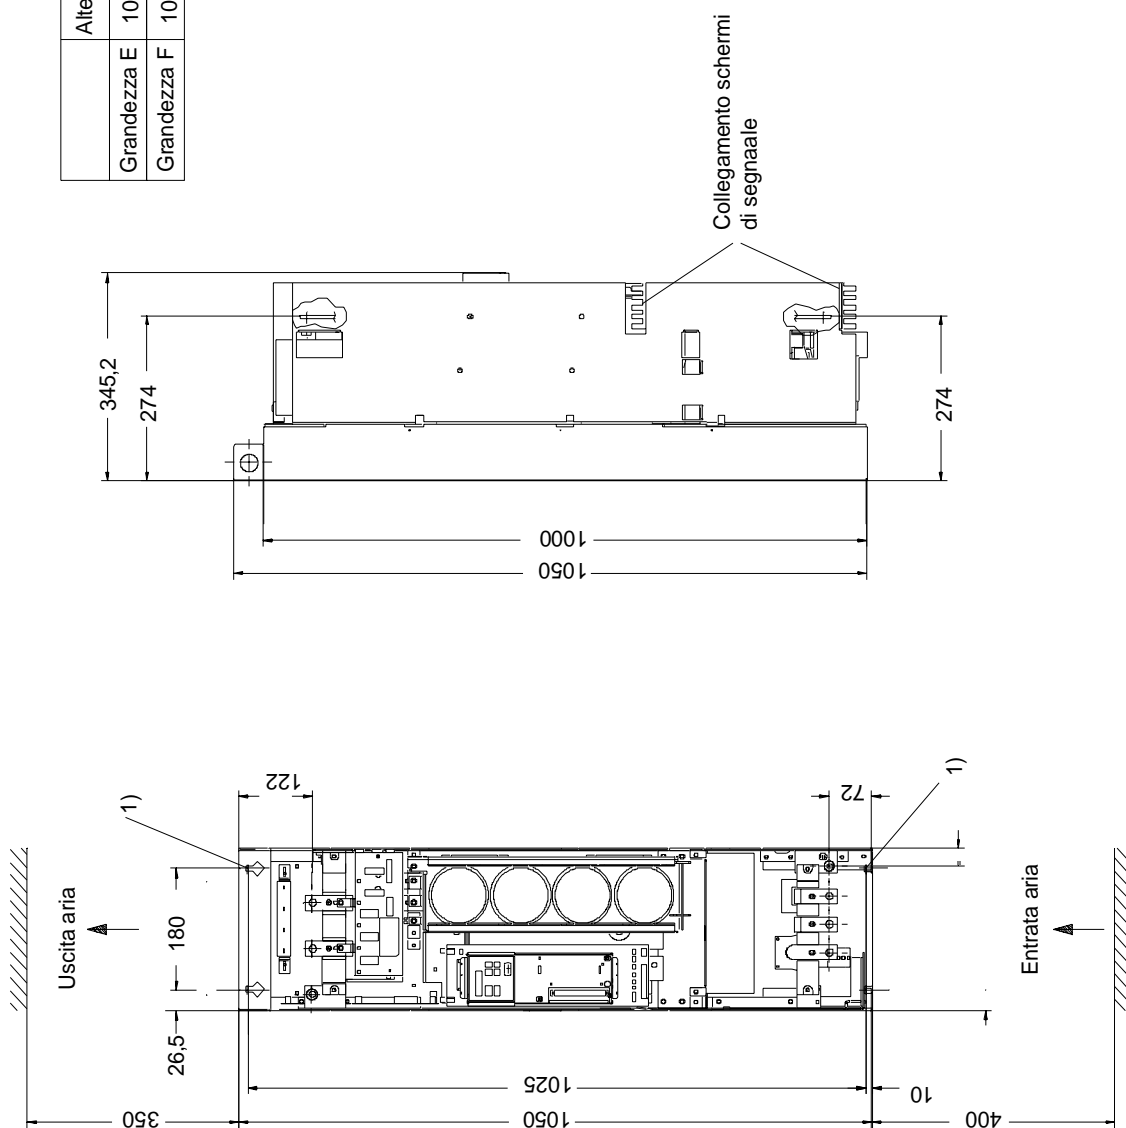
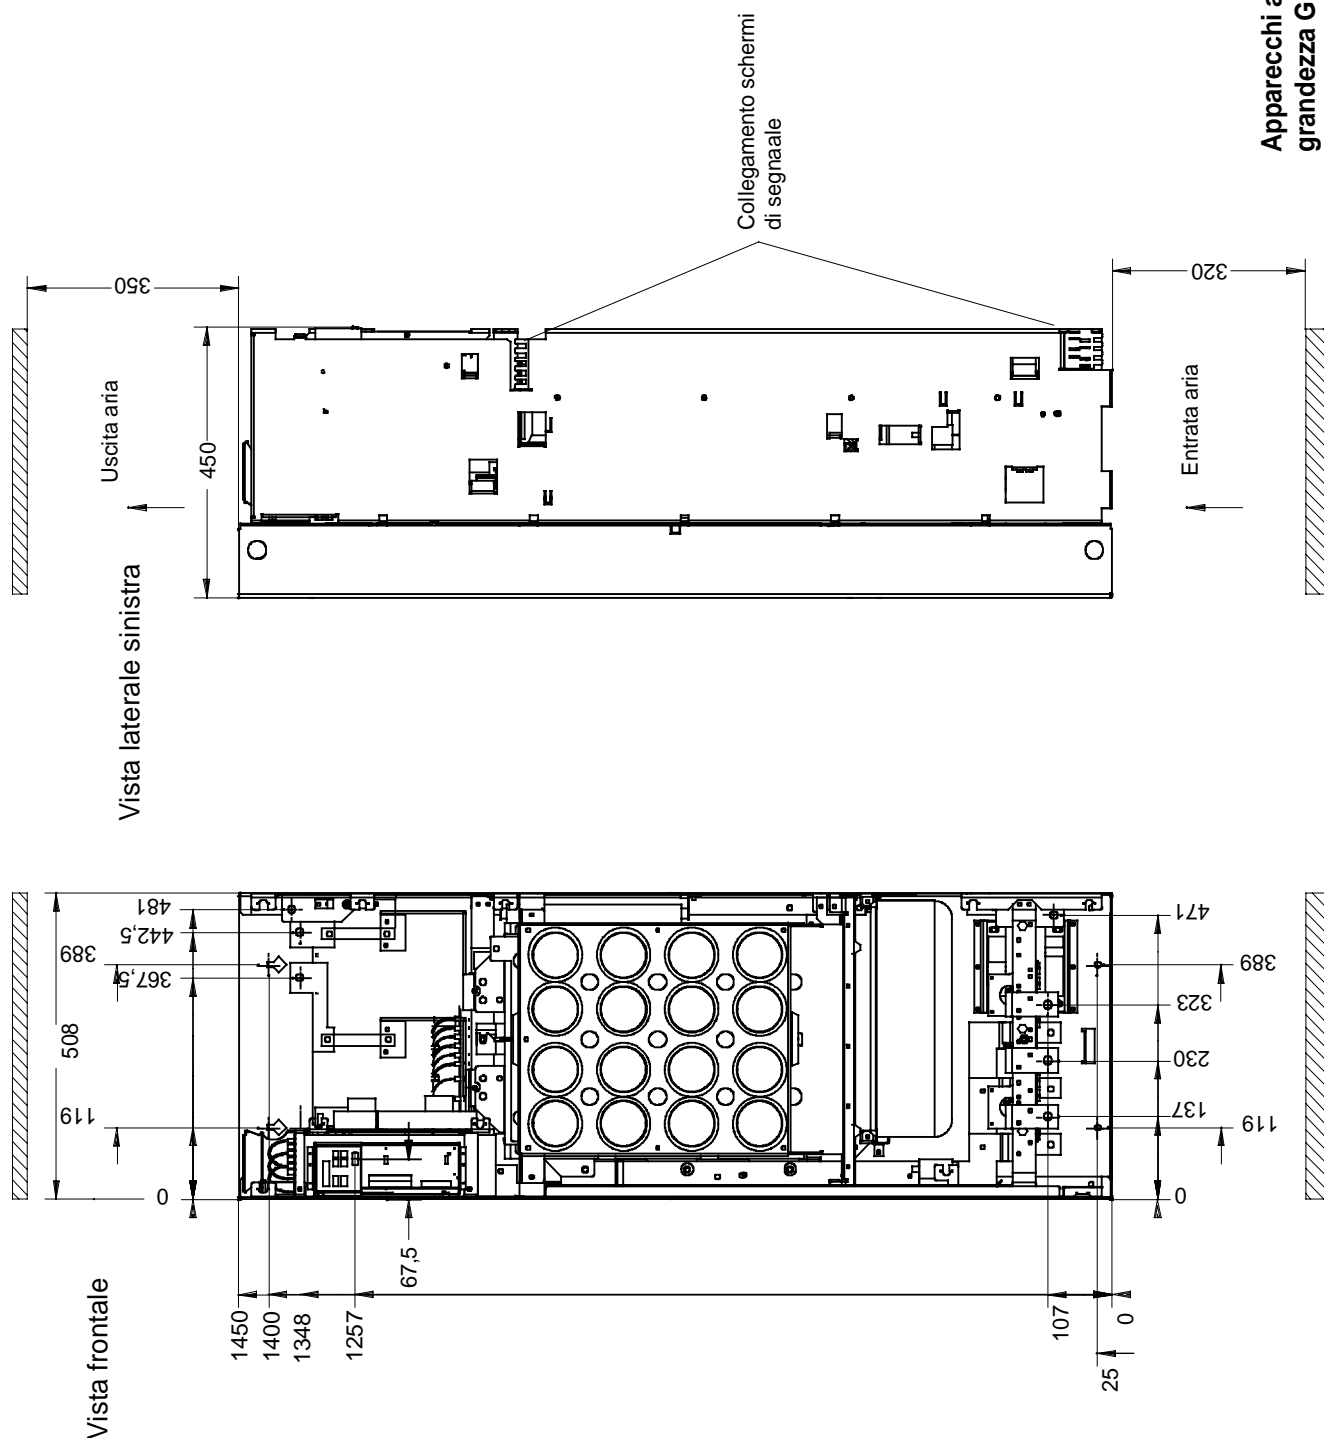

Fig. 2.2 Grandezza E e F
Fig. 2.3 Grandezza G
- ♦ Disegno d'ingombro: Fig. 2.2 per grandezze E, F, Fig. 2.3 per grandezza G e Fig. 2.4 per grandezza H.